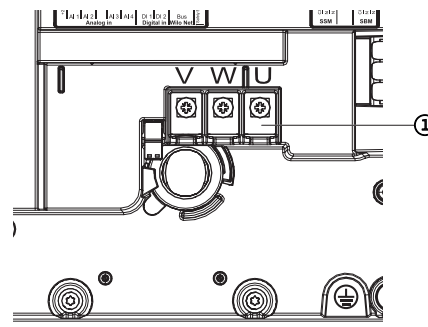

Fig. 114: Moottorin liitäntäliittimet V, W, U
5. Irrota moottorin liitäntäkaapeli (Fig. 114).